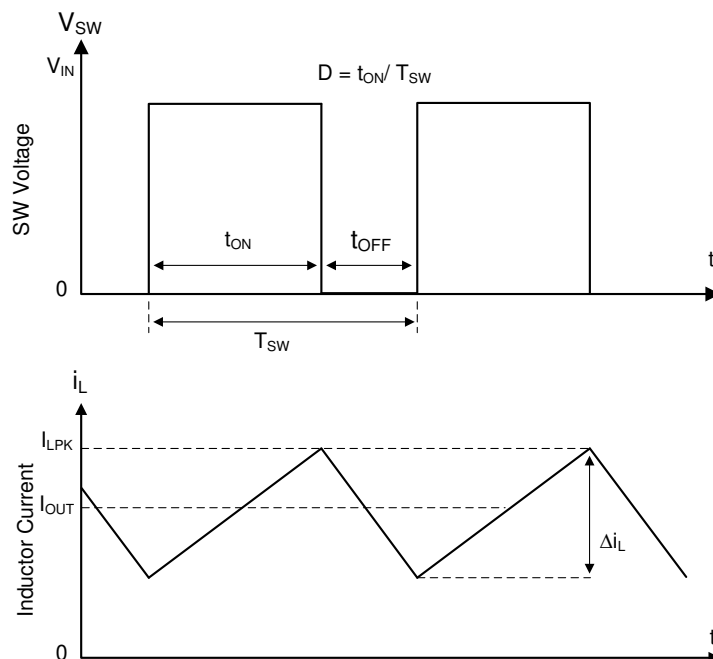

图 7-1. 连续导通模式 (CCM) 下的 SW 节点和电感器电流波形
LMR514x5 的以下运行说明参考了 功能方框图 和 图 7-1 中的波形。LMR514x5 是一款同步降压转换器，具有集成式高侧 (HS) 和低侧 (LS) 开关 (同步整流器)。LMR514x5 通过使用受控的占空比打开高侧和低侧 NMOS 开关，来提供稳定的输出电压。高侧开关导通期间，SW 引脚电压上升至约 V_{IN} ，电感器电流 i_L 以线性斜率 $(V_{IN} - V_{OUT})/L$ 增加。当高侧开关被控制逻辑断开时，低侧开关在经过反击穿死区时间后将会导通。电感电流通过低侧开关以斜率 V_{OUT}/L 放电。降压转换器的控制参数为占空比 $D = t_{ON}/T_{SW}$ ，其中 t_{ON} 是高侧开关导通时间， T_{SW} 是开关周期。转换器控制环路通过调整占空比 D 来维持恒定的输出电压。在可忽略损耗的理想降压转换器中， D 与输出电压成正比，与输入电压成反比： $D = V_{OUT}/V_{IN}$ 。